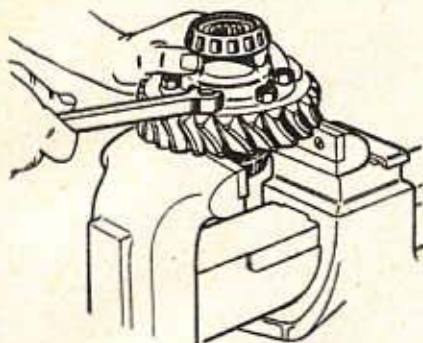

Fig. 101. — Démontage des boulons du différentiel
- Démontez les boulons du différentiel, sans aucune précaution, ils devront être remplacés par des boulons neufs lors du remontage (fig. 101).